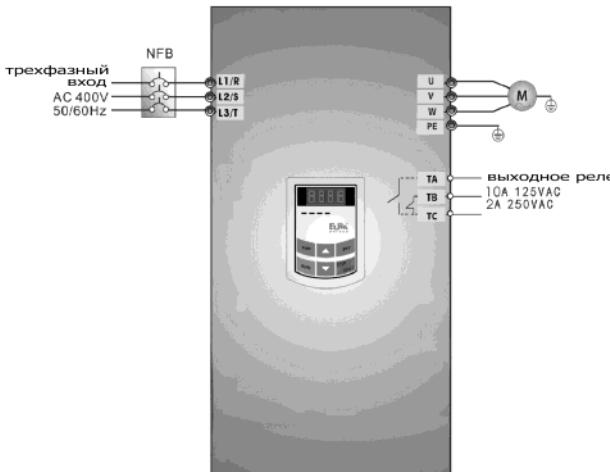

Рис. 5-1 Схема подключения 1
- (1) Подключите провода в соответствии с рис. 5-1. После проверки проводки включите инвертор.
- (2) Нажмите клавишу “Fun” для входа в меню программирования.
- (3) Измерьте параметры мотора
- (2) Нажмите клавишу “Run” для входа в меню программирования.
- (3) Измерьте параметры мотора: порядок действий точно такой же как в примере 1.
- (4) Установите параметры инвертора: